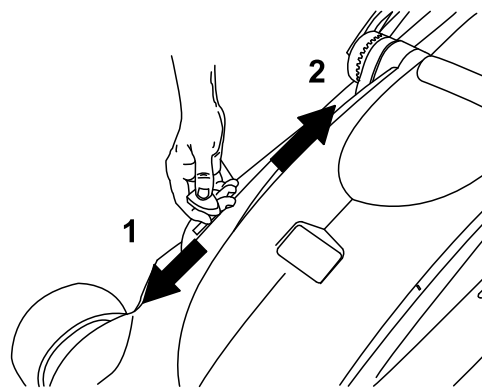

Figura 21
- 3. Ponga la palanca de reciclado/ensacado en el modo de ensacado (Figura 21).
Nota: Para pasar de ensacado a reciclado, mueva la palanca de reciclado/ensacado al modo de reciclado (Figura 21) y retire el recogedor de hierba.